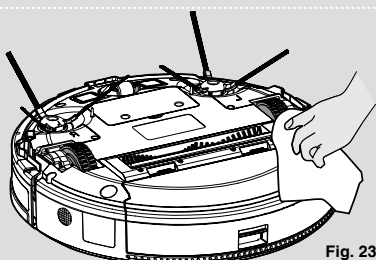

Fig. 23
3. Maak de wielen schoon met een droge doek. **[Fig. 23]**